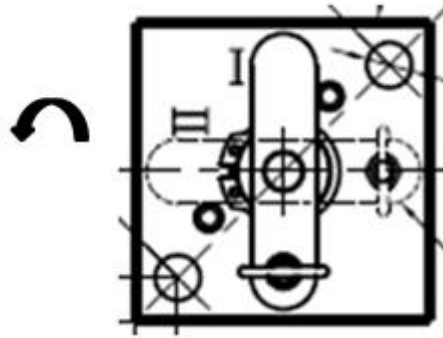

FIG. 3.2.6
Supapa de comutare pentru funcționare stânga și dreapta ① amplasată în partea stângă jos a platformei. Scoateți inelul de siguranță și știftul, rotiți comutatorul în sens invers acelor de ceasornic la 90° până în poziția II prezentată în FIG. 3.2.6 și depresați inelul de siguranță. Modul de funcționare se schimbă din modul unu în modul doi. Funcția de control-pilot stânga și dreapta se modifică după cum urmează: